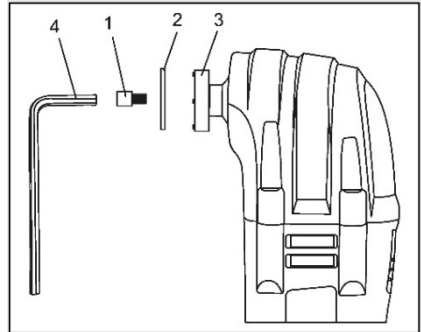

Рис.1
Открутите винт (1, Рис.1) при помощи шестигранного ключа 5мм (4, Рис.1).
- Снимите винт и шайбу (2, Рис.1).
Рис.1а
Рис.1б
ПРИМЕЧАНИЕ. Для насадок с «открытым» посадочным хвостовиком (Рис.1а) целиком выкручивать винт необязательно. Насадку